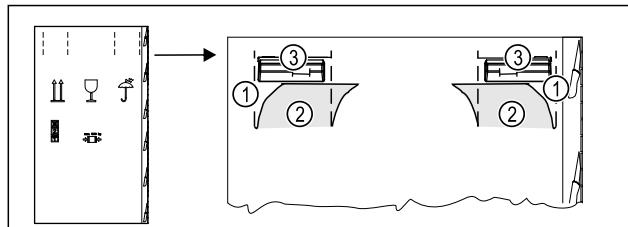

Fig. 4
- Verpackungskarton oben an der Perforierung Fig. 4 (1) eindrücken.
- Eingedrückte Taschen Fig. 4 (2) herausziehen.
- Tragegriff Fig. 4 (3) rechts und links ist sichtbar.
- Gerät an den Tragegriffen Fig. 4 (3) halten.